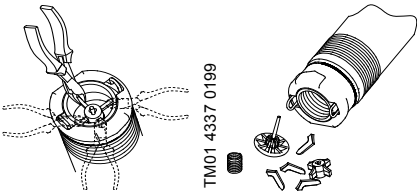

Fig. 7
1. Tagliare il supporto della sede valvola con una pinza tagliafilì o attrezzo similare, vedere fig. 7.